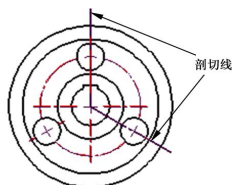

图 10-28 绘制剖切线
(1) 在图纸区域激活现有视图。
(2) 单击 **【草图】** 工具栏中的  **【中心线】** 按钮 (或者  **【直线】** 按钮)。
(3) 根据需要, 绘制相交的中心线 (或者直线段)。一般情况下, 交点与回转轴重合, 如图 10-28 所示, 同时选择一条中心线 (或者直线段)。